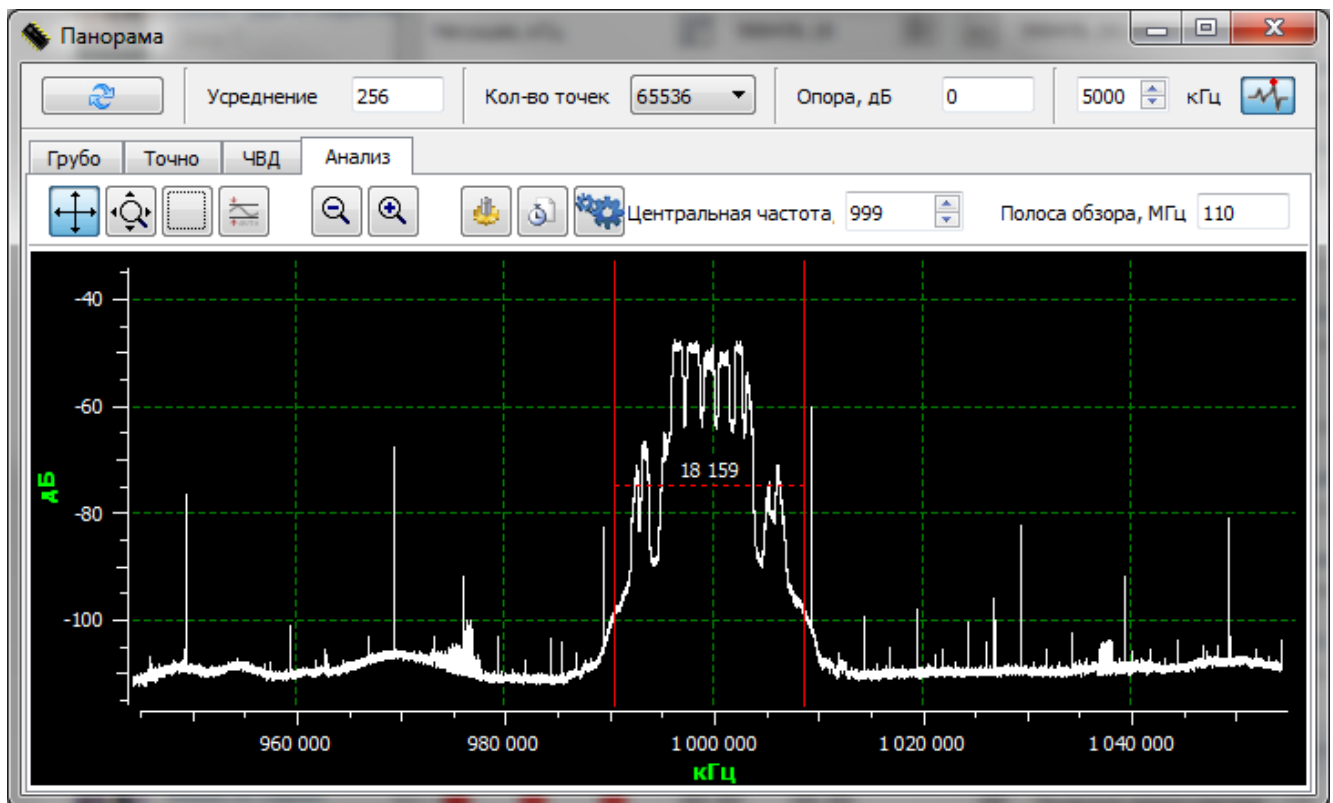

Рис. 58
- задать диапазон поиска сигналов путем перетаскивания маркеров (рис. 58);